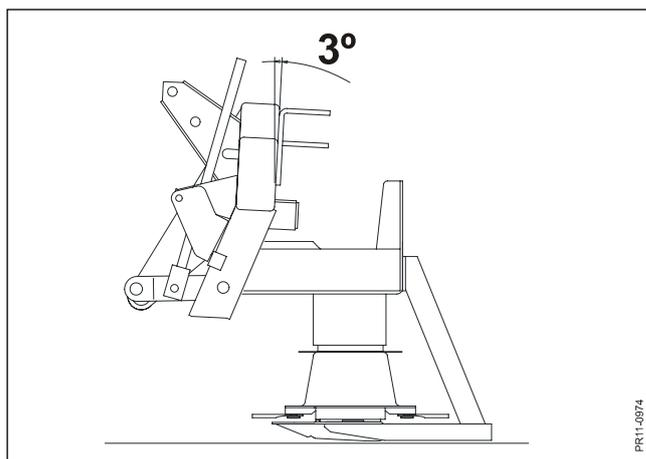

Рис. 3-9
- Рис. 3-9** Высоту среза можно увеличить, если наклонить машину на 3° назад, это значит, что режущая часть двигается горизонтально относительно земли.